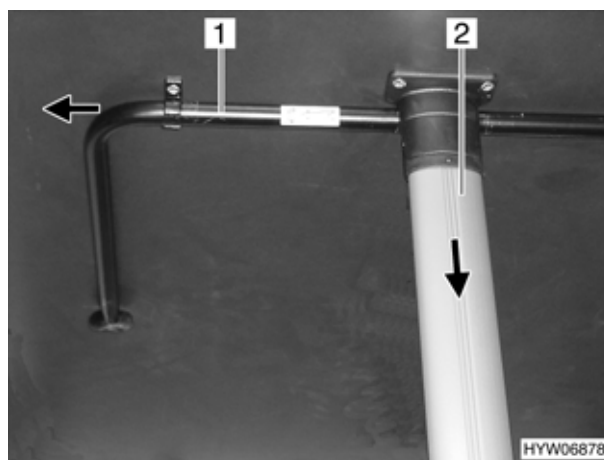

Fig. 64 Piede del tavolo soggiorno (variante 2)
- Spingere il puntello (Fig. 64,1) nella direzione indicata dalla freccia e ribaltarlo.
- Tirare il piede del tavolo (Fig. 64,2) nella direzione indicata dalla freccia e ripiegare il piede del tavolo.